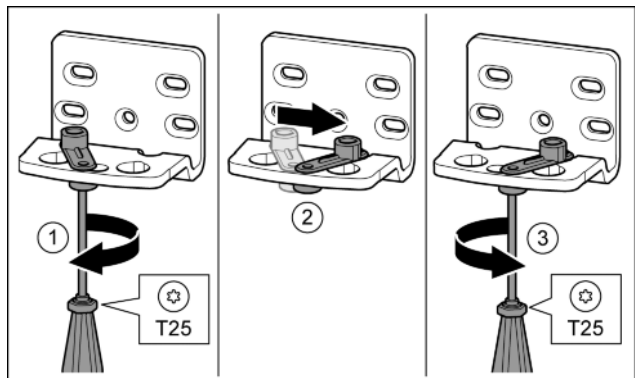

Fig. 16*
- ▶ Отпустить винт отверткой T25.* Fig. 16 (1)
- ▶ Приподнять фиксатор двери и, повернув на 90° вправо, вставить в отверстие.* Fig. 16 (2)
- ▶ Затянуть винт отверткой T25.* Fig. 16 (3)